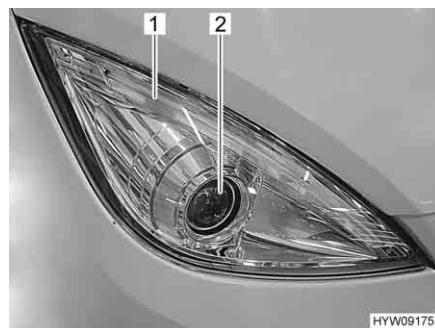

Fig. 230 Faro anteriore
La luce diurna e l'indicatore di direzione sono lampade LED (Fig. 230,1). Per sostituire i LED rivolgersi a un concessionario autorizzato o a un punto di assistenza.
**Faro anabbagliante/abbagliante (Fig. 230,2)**